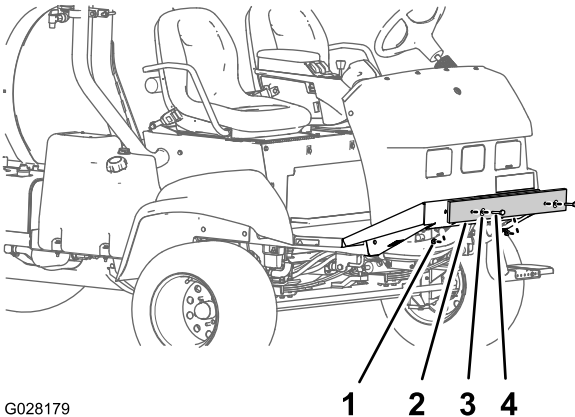

Figure 9
1. Enlevez les boulons, les rondelles et les écrous qui fixent l'amortisseur d'expédition à la plaque de châssis avant (**Figure 9**).
2. Déposez l'amortisseur d'expédition de la machine (**Figure 9**).